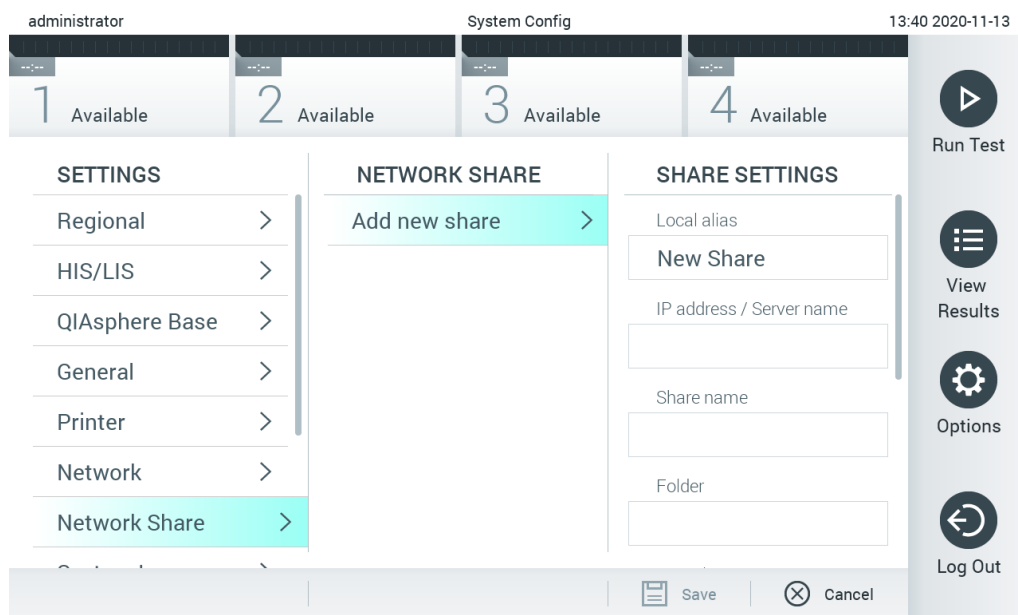

図 75. ネットワーク共有を追加
3. Add new share (新しい共有追加) ボタンを押します (図 75)。